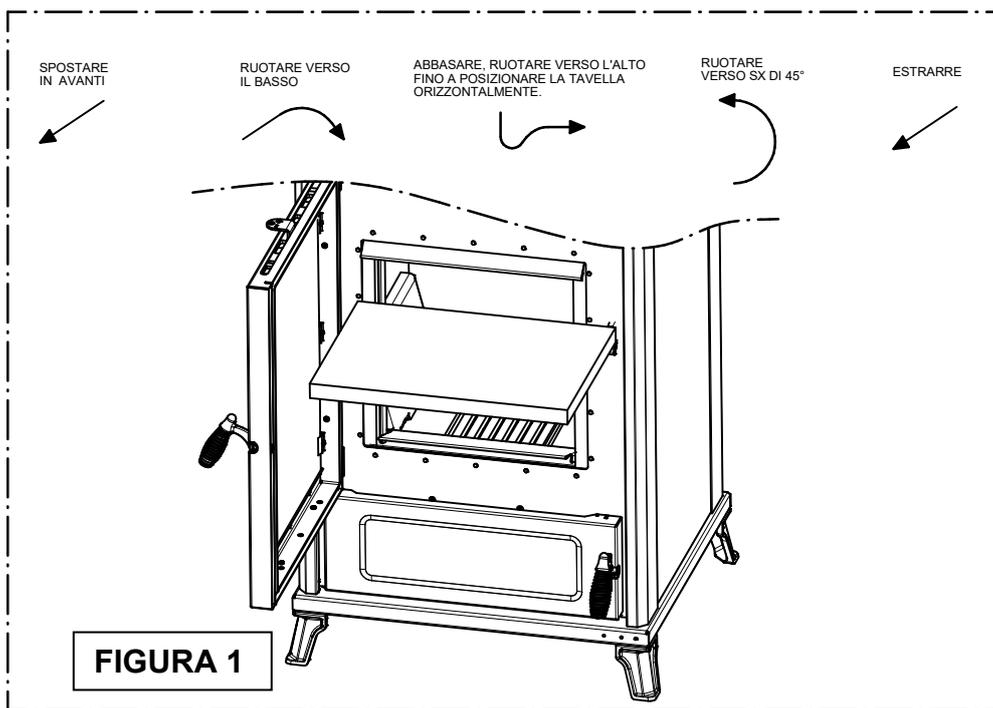

FIGURA 1
- Limpie las superficies internas del recorrido de los humos y del haz de tubos inferior. Para hacerlo, abra la puerta de carga y quite la rasilla de vermiculita (véase la figura 1).